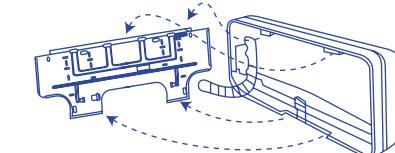

Рис. 12
3) Установите внутренний блок, надежно закрепив его на монтажной пластине (рис. 12).